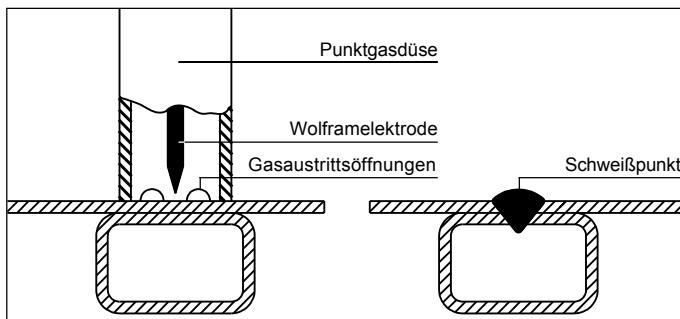

Abb. 22
- LED-Anzeige ⑧ leuchtet
- Wolframelektrode je nach Punktgröße ca. 2 - 3 mm vom Düsenrand zurückgesetzt montieren (Abb. 22)
- Brenner mit Punktdüse am Blech aufsetzen (Abb. 22)